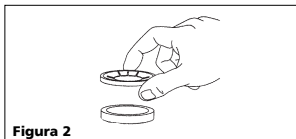

Figura 2
2. Coloque el anillo "en forma de estrella" en el separador (con las aletas hacia abajo) (Figura 2).